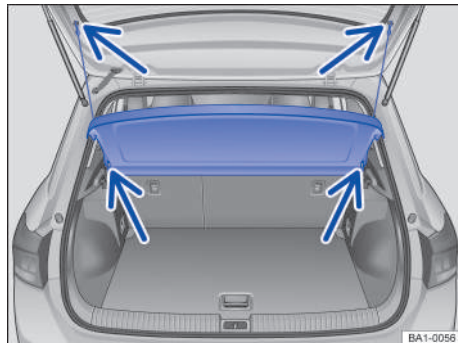

Fig. 144 En el maletero: desmontar y montar la bandeja trasera.
- Desprender los cordones de retención del soporte del portón trasero → **fig. 144** (flechas superiores).
- Retirar la bandeja trasera hacia atrás y hacia afuera de los soportes laterales → **fig. 144** (flechas inferiores).
- Empujar la bandeja trasera hacia adelante, introduciéndola en los soportes laterales → **fig. 144** (flechas inferiores).
- Encajar los cordones de retención en la portón trasero → **fig. 144** (flechas superiores). ▶